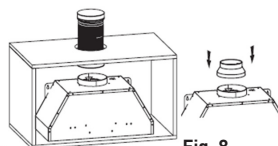

Fig. 8.
6. Consulte la ilustración 8 para fijar el adaptador en la evacuación, luego instale el conducto de extensión en el adaptador dirigiéndolo hacia el exterior.